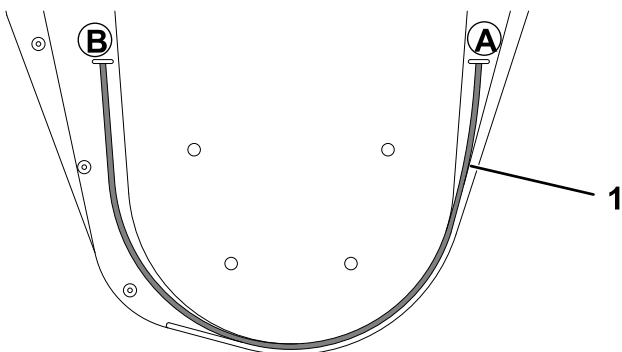

Figure 24
2. Coupez le fil de rechange à une longueur de 55 cm (21½ po) ou utilisez le guide de longueur (Figure 24) comme suit :